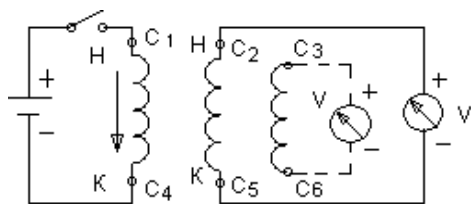

Рисунок 2
Однополярные выводы обмоток силовых и измерительных трансформаторов, обмоток электромагнитов и электрических машин определяют также методом «полярметра», который заключается в следующем. Одну из обмоток подключаем к источнику постоянного тока, к другой подключаем гальванометр. Если в момент замыкания ключа стрелка гальванометра отклоняется влево, то зажим катушки подключенный к «+» и зажим другой катушки, подключенный к «+» гальванометра будут одноимёнными. Аналогичный опыт продельваем с третьей обмоткой (Рис.2). Правильное направление вращения обеспечивается подсоединением питающего напряжения в
1. Определить с помощью омметра выводы каждой из обмоток электродвигателя. Определить однополярные выводы двумя способами, собрав схемы по рис.1 и рис.2. В случае отсутствия лампы на 127В можно использовать лампу на 220в, в цепь которой необходимо поставить вольтметр и по его показаниям косвенно судить «горит» лампа или нет. Промаркировать выводы.